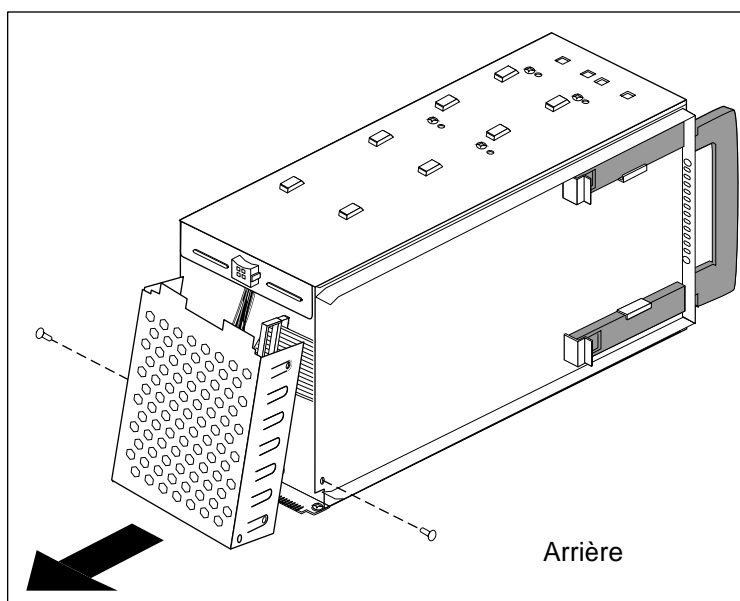

Figure 7-8 Retrait de la plaque d'accès arrière du tiroir de périphérique
2. Retirez la plaque d'accès arrière du tiroir de périphérique, comme indiqué à la Figure 7-8.